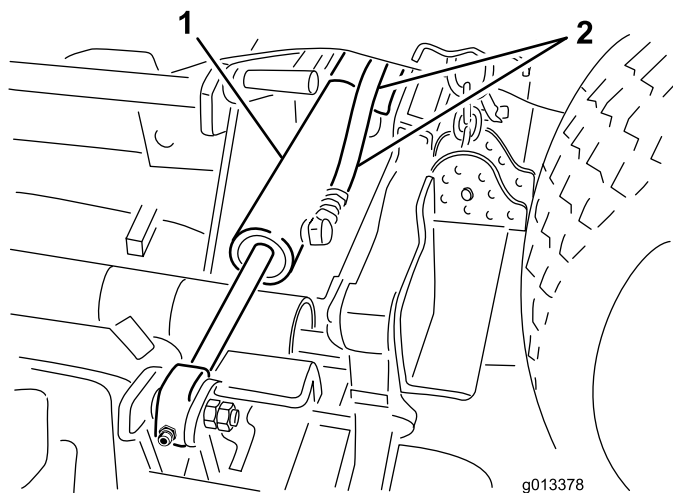

Figura 3
5. Desligue os tubos hidráulicos dos cilindros de elevação da plataforma lateral (Figura 3).